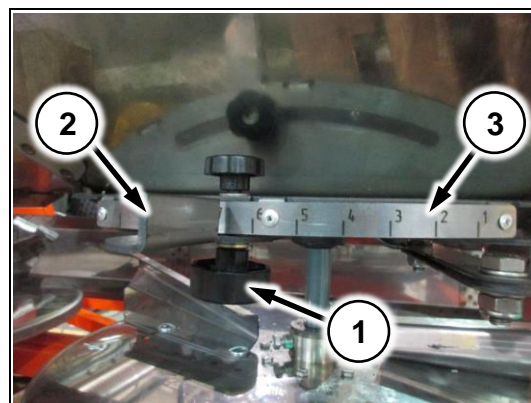

Рис. 145
Для изменения точки подачи удобрений на диск, ослабьте барашек (Рис. 145/1) и перемещайте заслонку (Рис. 145/2) в нужном направлении, контролируя положение по шкале (Рис. 145/3). После установки нужного положения, зафиксируйте барашек.
2. Последовательно и поочередно переставляйте настроечную заслонку (Рис. 145/2) в направлении от 9 к 1 шагами по одному делению
2. Последовательно и поочередно переставляйте настроечную заслонку (Рис. 145/2) в направлении от 1 к 9 шагами по одному делению